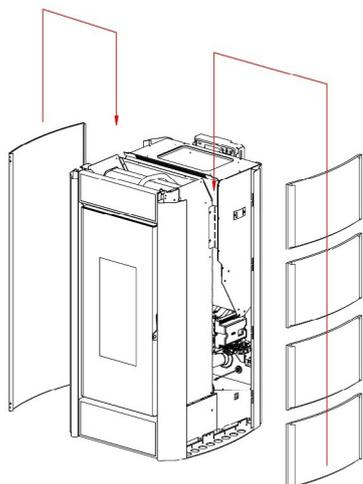

Fig. 28 - Einsetzen der Seiten
- Die Seiten in ihre Führungen einsetzen und sie langsam bis ganz nach unten absenken (siehe **Fig. 28 auf S. 21**).